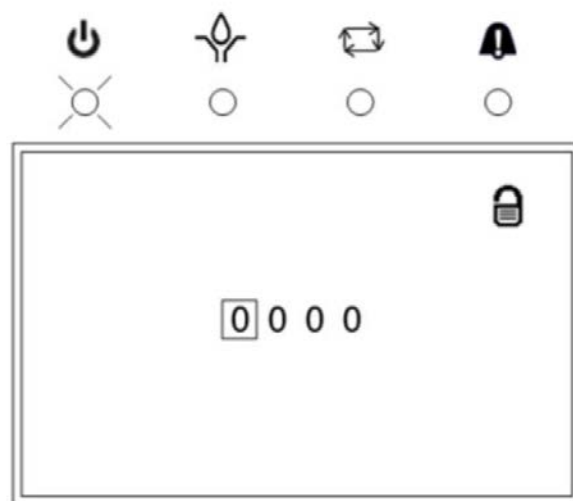

Рис. 21
В этот момент экран переходит в режим PIN, как показано на рис. 21.
- Экран переходит в указанный на рис. 21 режим PIN только при активации режима PIN; если существует необходимость настройки системы при выключенном режиме PIN, см. описание настройки системы, на стр. 21.
- Перед переходом экрана в указанный на рис. 21 режим PIN необходимо активизировать режим на предыдущем шаге настройки. См. настройку PIN, на стр. 31.
2. В этот момент экран переходит в режим PIN, как показано на рис. 21.
3. Наведите курсор с использованием клавиш со стрелками влево и вправо на первую пустую позицию поля ввода PIN Code (PIN-кода) (рис. 21).